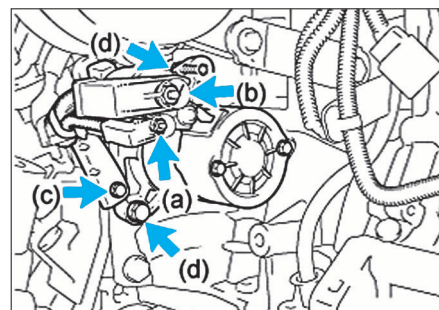

FIG. 37
- Débrancher les différentes alimentations électriques en (a) et (b) (Fig.37).